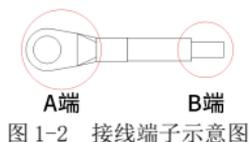

图 1-2 接线端子示意图
(5) 接地安装：配件 MV810-ECAT01 在配线时，须做接地安装，接地线材须用户自行准备和压接，如图 1-2。